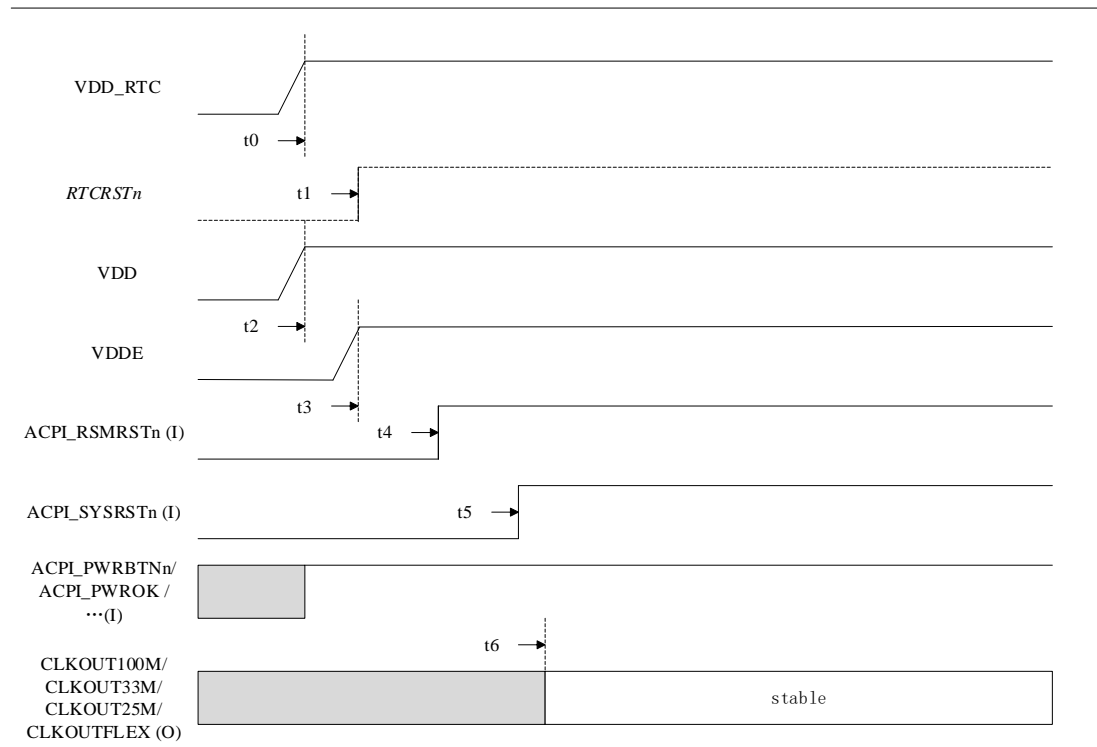

图 7-5 不使能 ACPI 功能时的冷启动上电时序（RTC 掉电）
- 表 7-7 对时序的描述对应图 7-5，与上述注解不一致的描述以上述注解为准